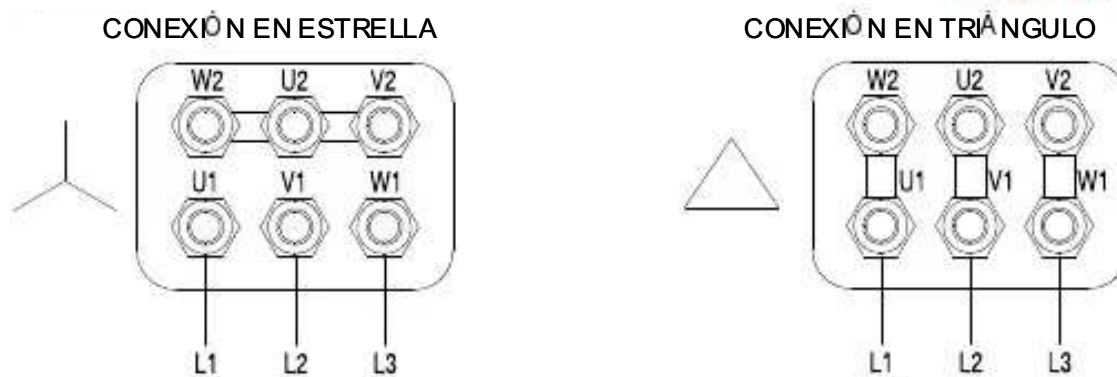

Fig. 10 – Conexión eléctrica
- controlar la conexión en estrella/triángulo de la motorización (consultar la **Fig. 10**)